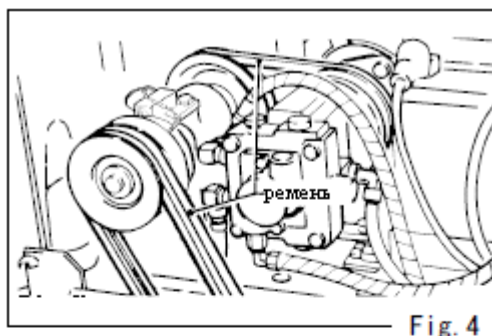

Fig. 4
- Откройте капот и проверьте натяжение приводного ремня. При недостаточном натяжении уровень вибрации снижается (рис. 4).